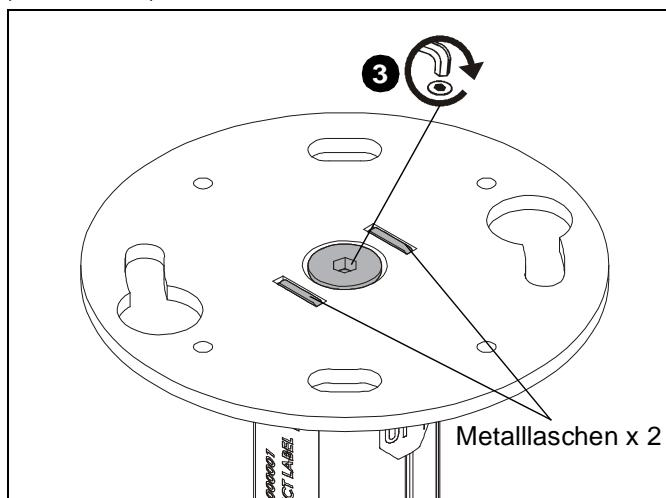

Abbildung 2
3. Ziehen Sie die Schraube auf der Platte des CPA116 an, um die Platte vollständig am Stiftverbinder zu fixieren. (Siehe Abb. 2)
WICHTIG!: Stellen Sie sicher, dass die Metalllaschen nach dem Anziehen der Schraube deutlich sichtbar sind, um eine sichere Befestigung zu gewährleisten. (Siehe Abb. 2)